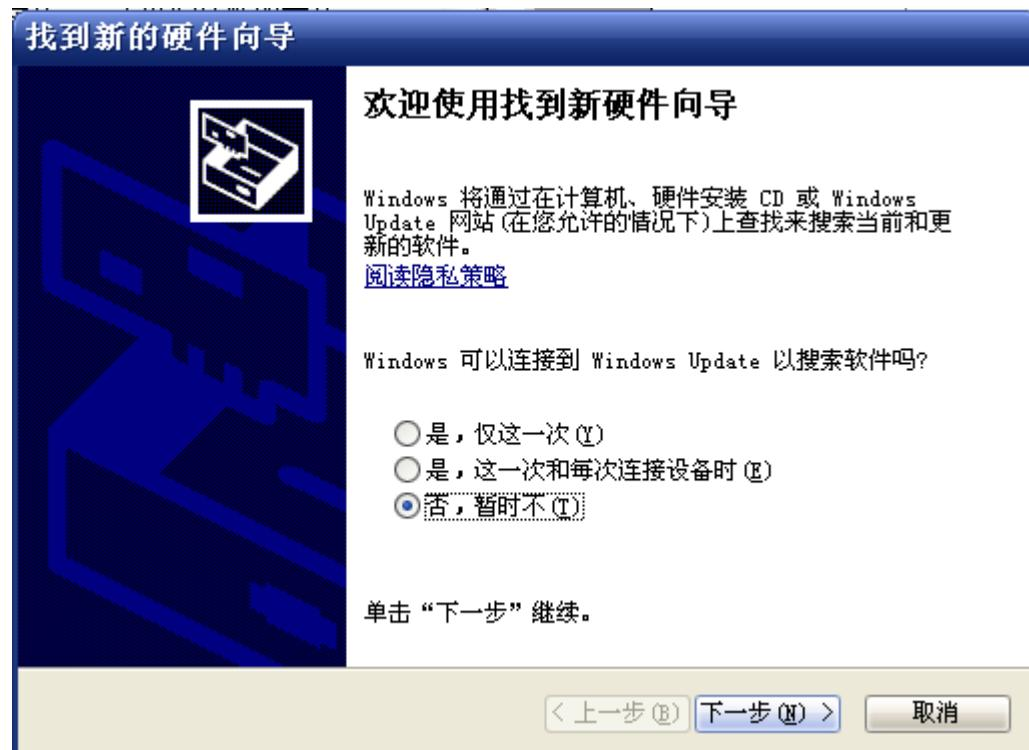
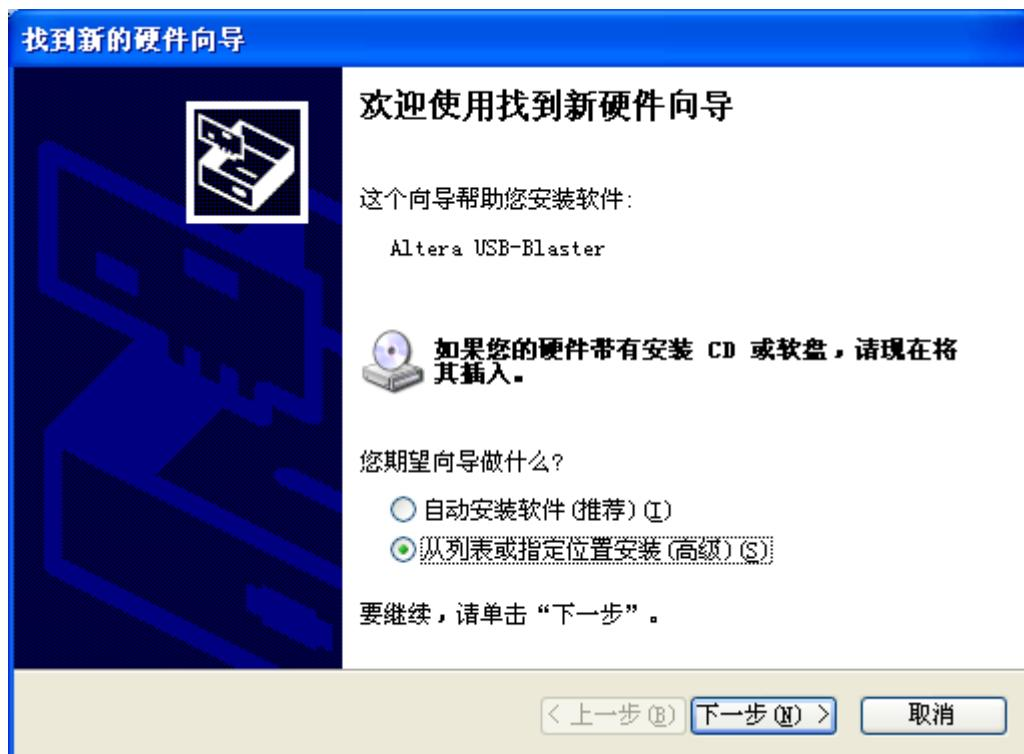

图 1-2 找到新的硬件向导 (未识别)
图 1-3 找到新的硬件向导 (识别)
1. 将 DE2-70 实验平台的 Blaster 接口(开发板上部最左边)接好 USB 连接线, 插头插入主机的 USB 接口, Windows XP 发现新硬件后会弹出一个对话框。参看图 1-2。
注意：只有计算机没有识别出 USB-Blaster 才会出现图 1-2，如果是卸载后重新安装或者预装载一些驱动信息，则会从图 1-3 开始。